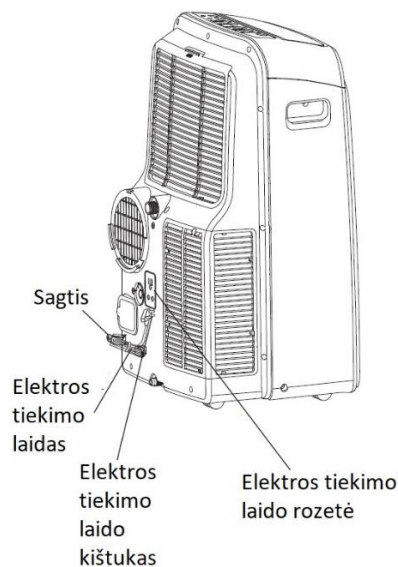

Fig.25
- Išjunkite prietaisą ir atjunkite jį nuo elektros tiekimo tinklo. Suvyniokite laidą ir priklijuokite jį lipnia juoste prie korpuso (Fig. 25). Išimkite baterijas iš nuotolinio valdymo pultelio.